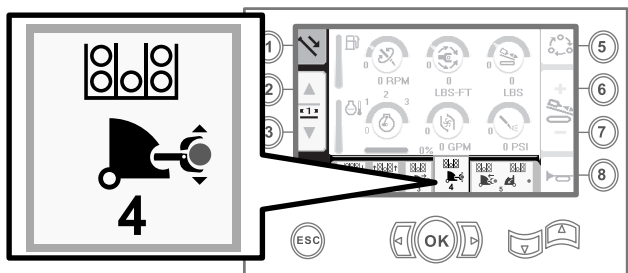

Рисунок 34
8. Отпустите перекидной переключатель, чтобы перейти к следующему этапу в последовательности действий (Рисунок 34).